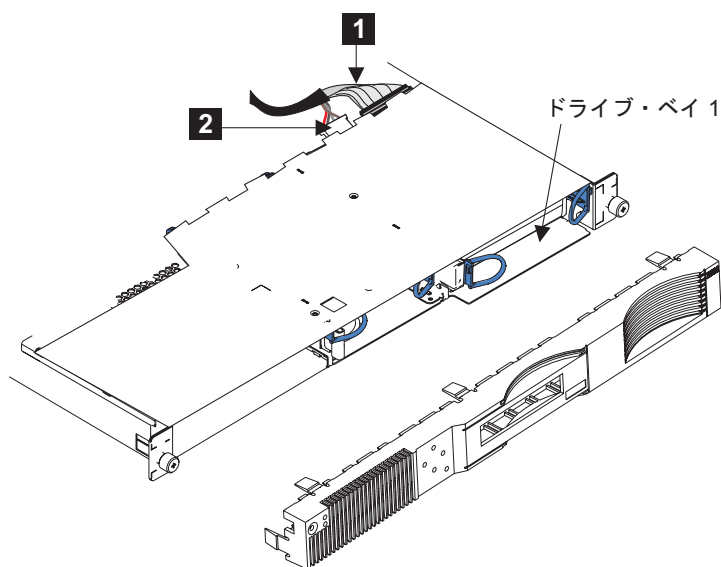

図 105. SAN ボリューム・コントローラー 2145-4F2 ディスク・ドライブおよびフロント・パネル
1. SCSI シグナル・コネクタ **1** および電源コネクタ **2** を、134 ページの図 105 に示すように、ディスク・ドライブの背面に接続してから、ケーブルを交